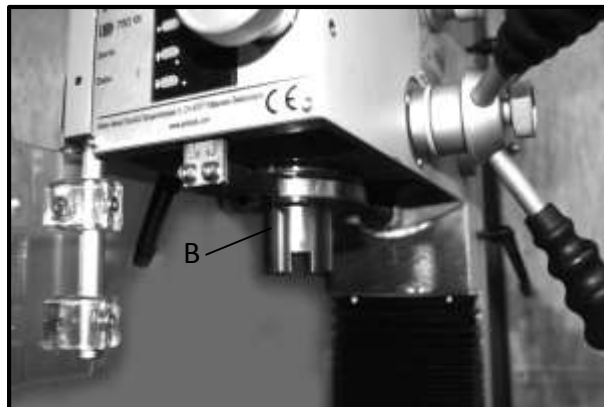
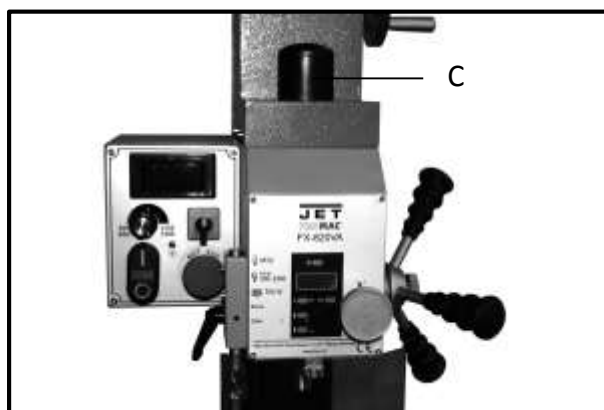

Рис. 15
Рис. 16
3. Зафиксировать шпиндель (В, Рис. 15), при помощи ключа ослабить стяжной болт (С, Рис. 16).